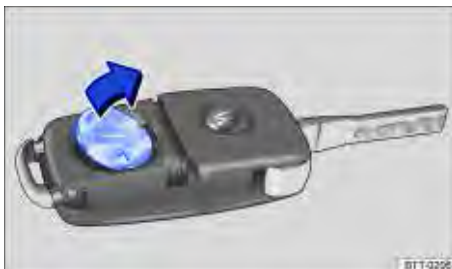

Fig. 26 Chave do veículo com comando remoto: remover a bateria.
- Remover a bateria do alojamento da bateria com uma ferramenta adequada ⇒ Fig. 26.
- Posicionar a nova bateria conforme indicado ⇒ Fig. 26 e pressionar no sentido contrário ao da seta para dentro do alojamento da bateria ⇒ ②.